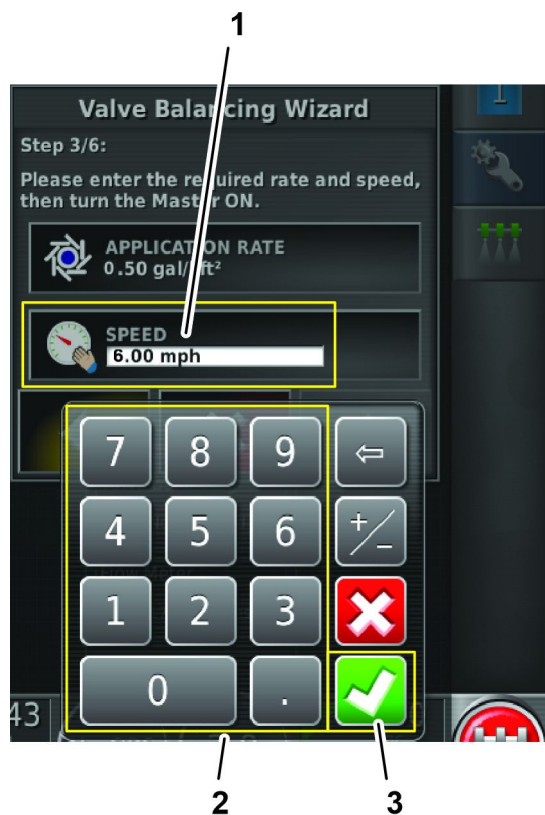

Figura 138
7. No teclado numérico, introduza a velocidade de deslocação para a pulverização e, em seguida, pressione o ícone Confirmar (Figura 138).